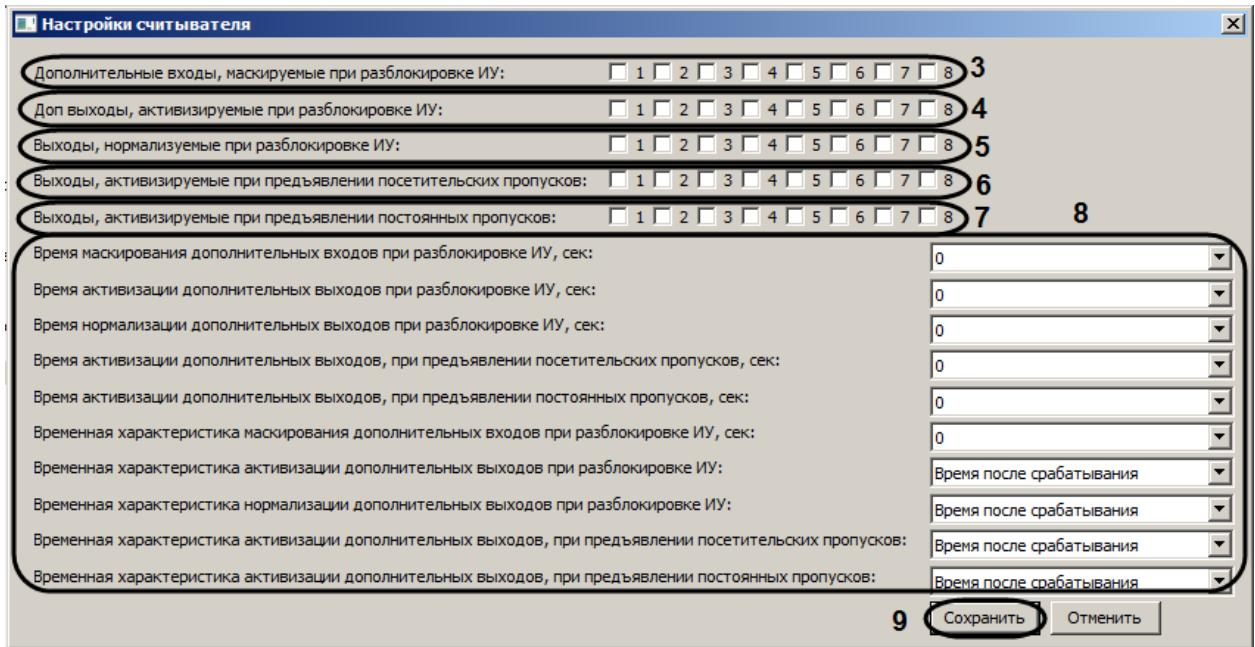

Рис. 3.3—12 Дополнительные настройки считывателя
3. Нажать на кнопку **Дополнительные настройки** (см. Рис. 3.3—11, 2). Будет открыто окно **Настройки считывателя** (Рис. 3.3—12).
4. Установить флажки напротив номеров тех входов, которые необходимо маскировать при разблокировке считывателя (см. Рис. 3.3—12, 3).
5. Установить флажки напротив номеров тех выходов, которые необходимо активировать при разблокировке считывателя (см. Рис. 3.3—12, 4).
6. Установить флагки напротив номеров тех выходов, которые необходимо нормализовать при разблокировке считывателя (см. Рис. 3.3—12, 5).
7. Установить флагки напротив номеров тех выходов, которые необходимо активировать при поднесении к считывателю временных карт доступа (см. Рис. 3.3—12, 6).
8. Установить флагки напротив номеров тех выходов, которые необходимо активировать при поднесении к считывателю карт доступа пользователей (см. Рис. 3.3—12, 7).
9. Задать дополнительные временные параметры (см. Рис. 3.3—12, 8, Таб. 3.3—6).